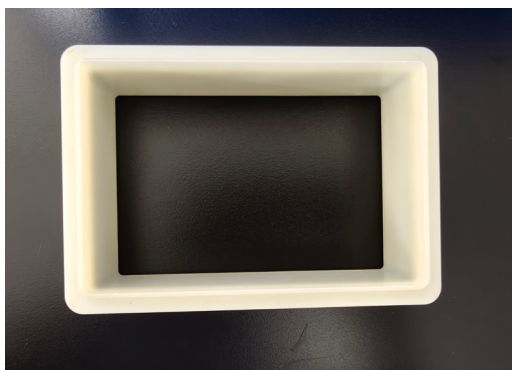
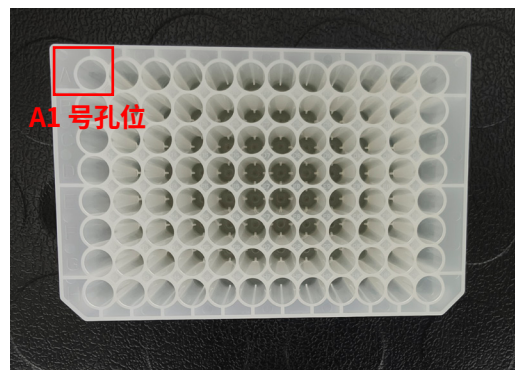

图 3-12 深孔板区的固定框
图 3-13 深孔板
- 2) 深孔板放置：每次实验前，先打开深孔板的盖板，将深孔板区的固定框（参考图 3-12）取下，然后放置一个全新干净的深孔板（见图 3-13），按照 A1 号孔位为最左上方的方向放置，再依次放置固定框，盖上深孔板的盖板；